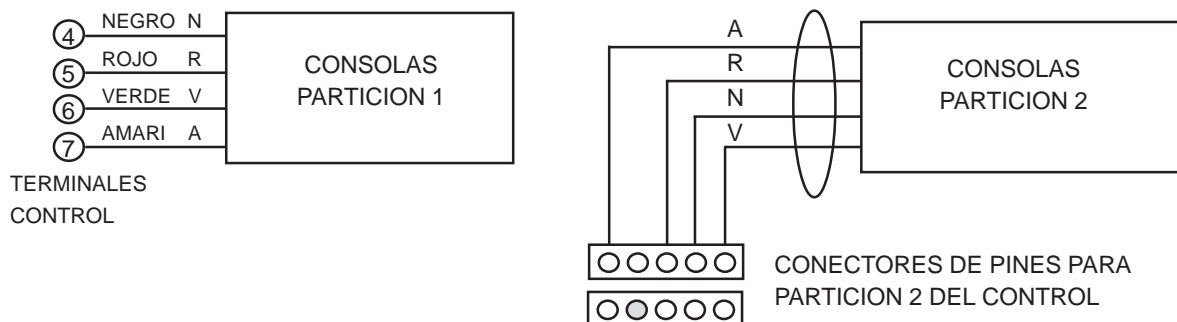

Figura 5. Conexiones de la Consola al Circuito de Control
2. Conecte las Consolas remotas de la Partición 1 a las terminales 4, 5, 6 y 7 de la tarjeta de la unidad de control como se muestra en la Figura 5.